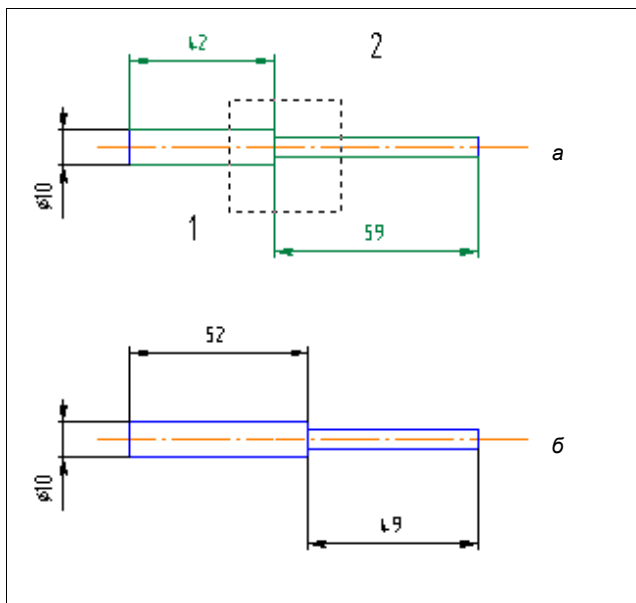

Рис. 10.20. Эскиз оси и варианты деформации сдвигом
Мы с вами выполним четыре варианта деформации сдвигом, и в зависимости от того, что будет выделено, деформация будет различна. Начертите вал с размерами, как на рис. 10.20.
- ◆ в Строке сообщений появляется запрос о начальной точке прямоугольной рамки, которая должна захватить деформированную область. Вы должны задать прямоугольную рамку, как показано на рис. 10.20, а. Для этого щелкните ЛК мы-
- ◆ нажмите клавишу <Enter>. Размер 42 увеличился до 52 мм. Система выполнила деформацию оси (рис. 10.20, б), причем размерные числа также изменились. Команда **Деформация сдвигом** остается в активном режиме;
Далее произведем деформацию оси в исходное состояние путем задания базовой точки на примере, как на рис. 10.20, б. Для этого: